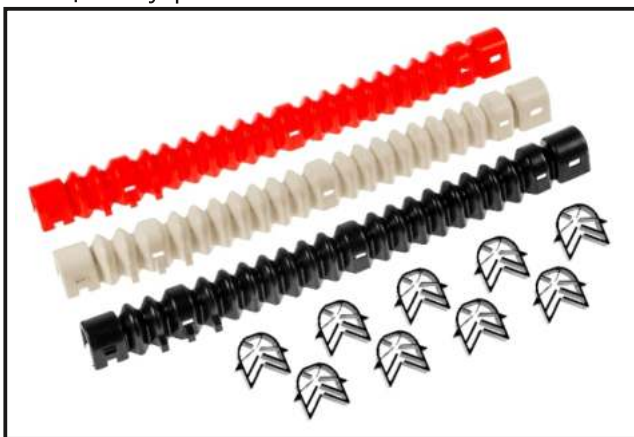

Рис. 66. Комплект ПЗУ-МГЛБ-М-НГ
**ПЗУ-МГЛБ-М-НГ** - применяется для установки на проводах воздушных линий электропередачи напряжением от 6 кВ и выше, с диаметром провода до 30 мм. Их применение делает провода ВЛ более заметными, что обеспечивает снижение вероятности столкновения птиц с проводами ВЛ. (рис. 66).